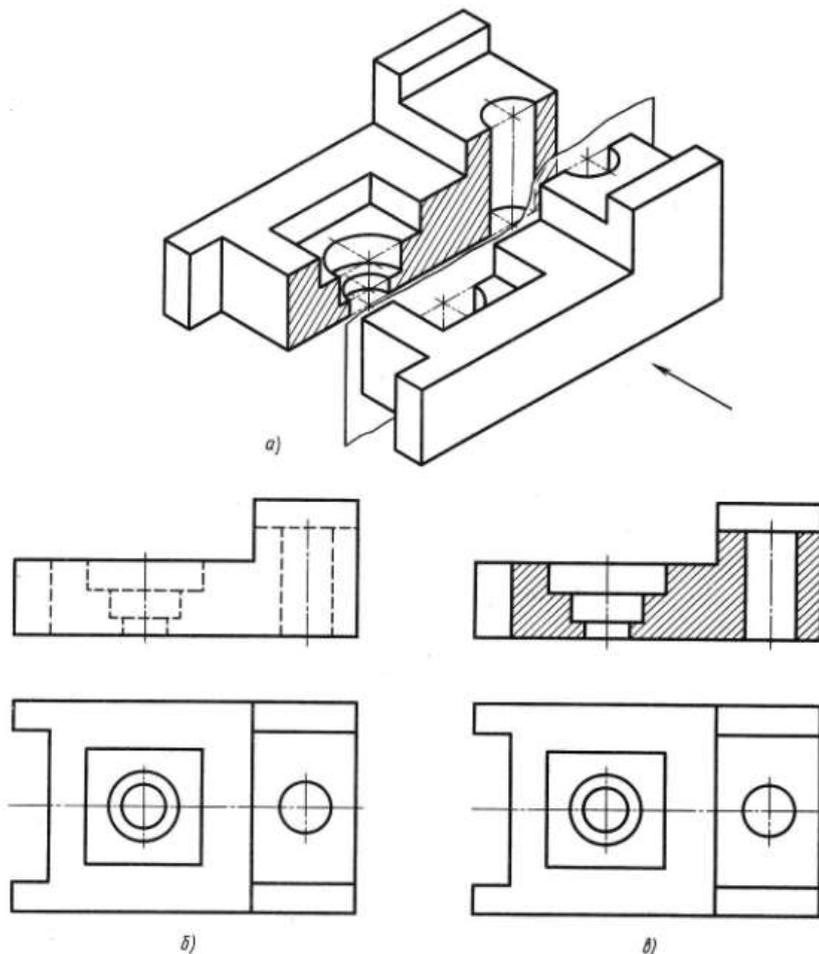
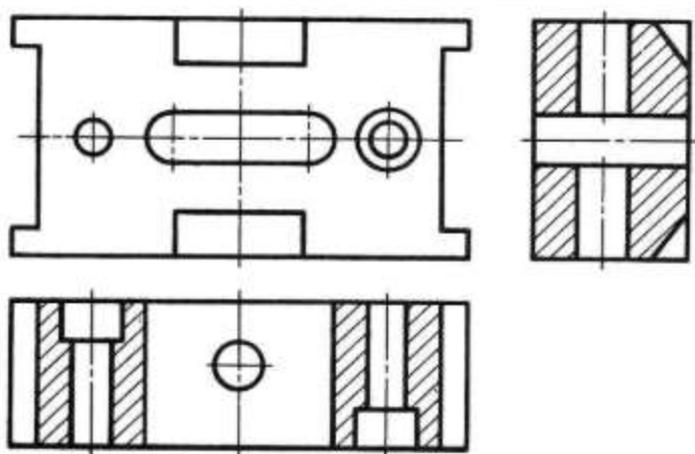

Рис.3
Рис.4
**Разрез** — изображение предмета, мысленно рассеченного одной или несколькими плоскостями, при этом мысленное рассечение предмета относится только к данному разрезу и не влечет за собой изменения других изображений того же предмета. На разрезе показывается то, что получается в секущей плоскости и что расположено за ней. Другими словами, часть предмета, находящуюся между плоскостью, разрезающей его, и человеком, строящим изображение, мысленно удаляют, как показано на рис. 3(а). Направление взгляда здесь указано стрелкой. В результате внутреннее строение детали становится видимым. При этом линии невидимого контура (рис. 3,б) обводят линией видимого контура
Разрез, выполненный одной секущей плоскостью, называется простым (рис.3).
В разрезе изображают то, что расположено в плоскости разреза, и то, что расположено за ней. Стенки модели или детали, которые условно разрезала проведенная плоскость, заштриховывают тонкими сплошными линиями под углом  $45^\circ$  к горизонтальным линиям основной надписи. Если направление штриховки совпадает с направлением какой-либо контурной линии, то штриховку выполняют под углом  $30$  или  $60^\circ$  к линиям основной надписи. Расстояние между линиями штриховки в зависимости от площади штриховки может быть равно от  $1$  до  $10$  мм. Те части предмета, которые расположены за плоскостью разреза, не заштриховывают (рис. 3,в). Если на чертеже детали выполнено несколько разрезов, то все они должны иметь одинаковое направление наклона штриховки и одинаковый интервал между линиями штриховки (рис. 4).
Разрез, выполненный на одной плоскости проекций, не влияет на изображения предмета на других проекциях. Так, например, на рис.3(в) изображен разрез на фронтальной проекции, а на горизонтальной проекции деталь изображена полностью, т. е. то, что условно удалено на одной проекции, сохраняется на других проекциях.
Внутреннее устройство предмета, выявленное разрезом, на других проекциях невидимым контуром не изображается. Для выявления внутренней формы предмета на одном чертеже может быть выполнено несколько разрезов (рис.4).
При вертикальном разрезе плоскость разреза перпендикулярна горизонтальной плоскости проекций (рис. 3,в). Такой разрез может быть выполнен на фронтальной и профильной плоскостях проекций.
При горизонтальном разрезе плоскость разреза параллельна горизонтальной плоскости проекций (рис.4).
Разрез, выполненный плоскостью вдоль длины детали, называют продольным (рис. 3,в), а — перпендикулярно к её длине или высоте — поперечным (рис.4).
При выполнении разреза выявляется внутреннее устройство предмета, но частично теряется его внешний вид (рис.3, а, в). Такой разрез называют полным. Его рекомендуется применять, если в плоскости разреза форма детали несимметричная (рис. 3, 4).